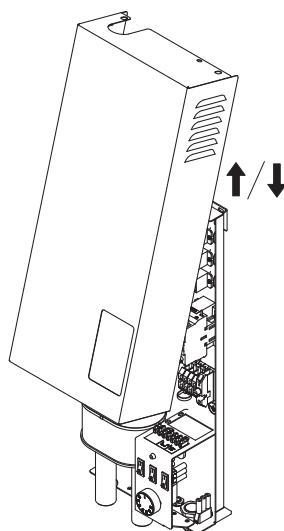

Рис. 6 Демонтаж кожуха
- 2 Шаг Выдвинуть на себя нижнюю часть кожуха в соответствии с **Рис. 6**;
- 2 Шаг Надеть кожух котла на зацепы в верхней части котла в соответствии с **Рис. 6**;